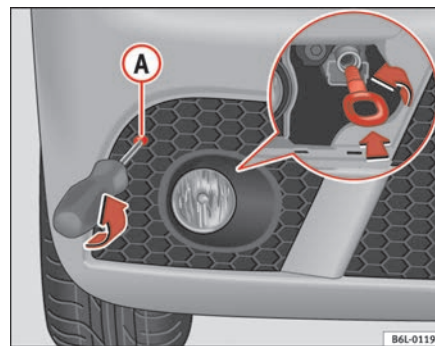

Fig. 171 Argolla de remolque delantera
- Extraiga el tornillo  ⇒ página 248, fig. 171.